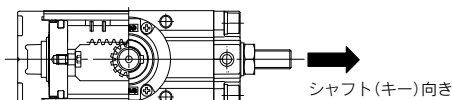

図3 シャフトの組付方向
- 2 チューブガスケット①①を左側カバー③に装着して本体①に取付け、座金付六角穴付ボルト⑮で固定する。
- 3 ラック⑥とピストン④③⑤を本体に挿入し、下部ベアリング⑭を本体内のハウジングに装着する。このとき、ピストンパッキン①②は本体ハウジング部を通過するので損傷しないよう慎重に挿入する。
- 4 ラックとピストンを左側カバー③に当たるまで押した後、シャフト⑤を本体に挿入する。このとき、キー溝の方向は図3に示すように右側カバー④の方向となるように組立てる。
- 5 上部ベアリング⑭とベアリング押え⑩をシャフトおよび本体に装着し、十字穴付タッピンねじ⑰で固定する。
- 6 六角穴付止めねじ③⑦にシールワッシャ④①と六角ナット④①を取付け、右側カバーの角度調整用カラー③⑨に取付ける。